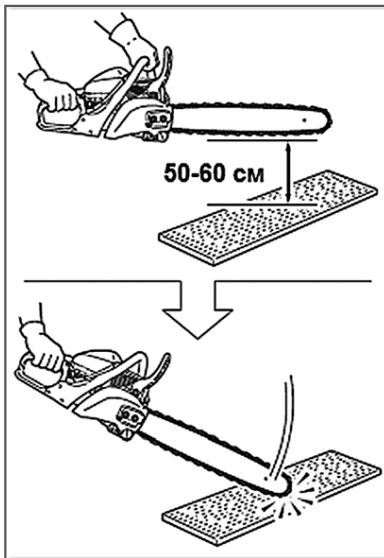

Рис. 8 Проверка инерционного тормоза
- Возьмитесь за переднюю и заднюю рукоятку пилы и держите ее так, чтобы она располагалась на высоте 50- 60 см от испытательной поверхности (Рис. 8).